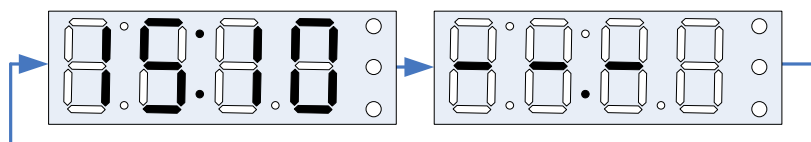

Рис.18
2.3.10 Если скорость прохождения СОД не определена, то на индикаторе периодически отображается время регистрации (часы и минуты) и прочерки, как показано на Рис. 18